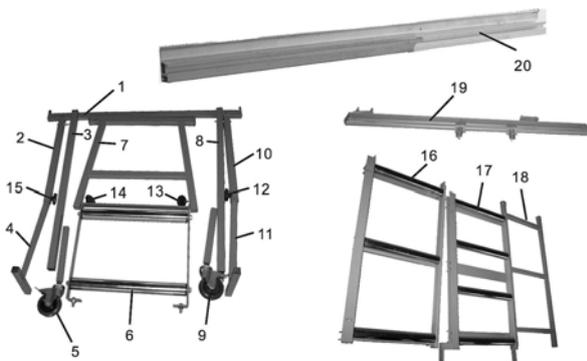

Abb. 14: Montageteile des Auslegersets
Schritt 1: Prüfen Sie die Montageteile des Auslegersets auf Vollständigkeit und legen Sie sie übersichtlich auf den Boden (Abb.14).